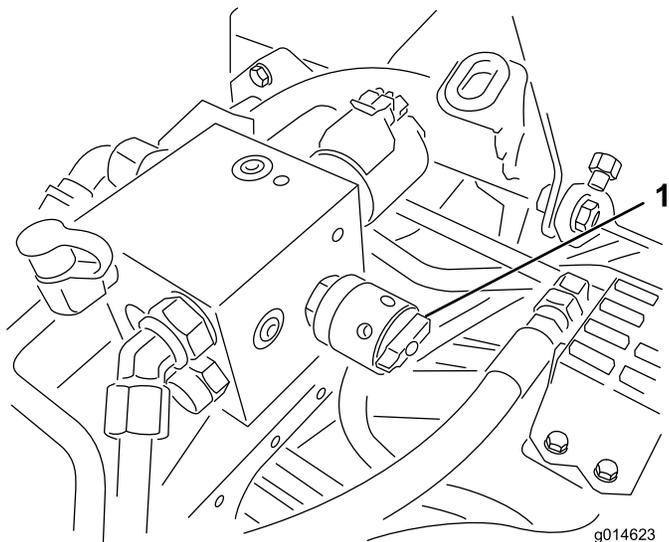

图51
4. 要调节滚刀的速度请旋转旋钮图51直至指示器箭头与在步骤 3 中确定的数字对齐。